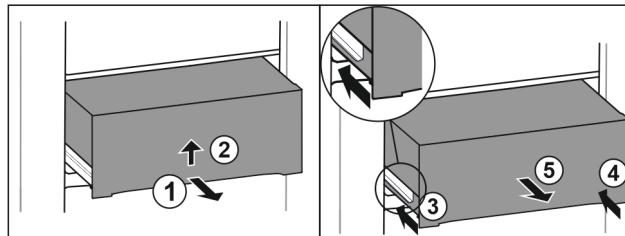

Fig. 50
- Predal izvlecite do polovice. Fig. 50 (1)
- Dvignite predal na spodnji strani. Fig. 50 (2)
- Vstavite levo vodilo. Fig. 50 (3)
- Vstavite desno vodilo. Fig. 50 (4)
- Predal vzemite ven v smeri naprej. Fig. 50 (5)